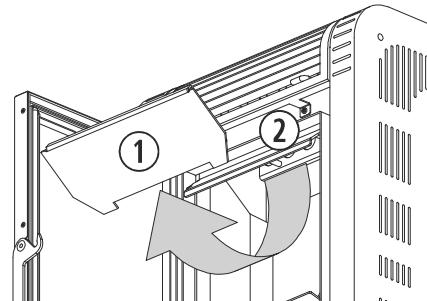

Figura 10
En los modelos *Moon* (figura 10) y *Basic*, se debe realizar una acción de limpieza a mayores sobre el intercambiador de calor (②), esta acción tendrá una frecuencia semanal. Para tener un mejor acceso al intercambiador y poder limpiarlo de forma exhaustiva, en estos modelos debemos empujar hacia arriba la placa superior del hogar (①), hasta desencajar las pestañas que la fijan a la placa central y tirar de ella. Al finalizar, colocamos de nuevo la placa superior asegurándonos que las patillas queden correctamente encajadas.
(1)	Placa superior del hogar.
(2)	Intercambiador de calor.